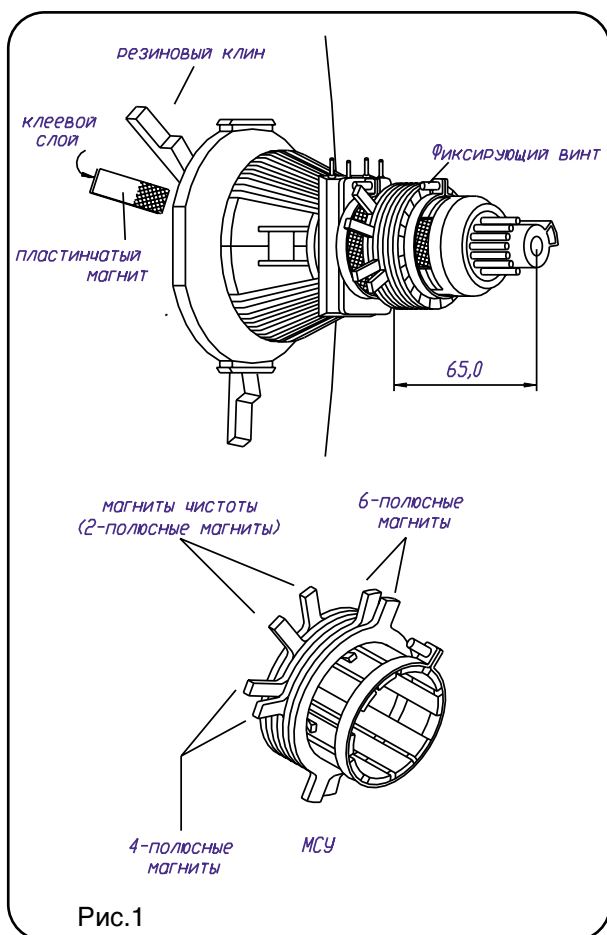

Рис.1
1. Установите отклоняющую систему (ОС) на горловину кинескопа, затем временно зафиксируйте ОС винтом, см. рис.1.
7. Освободите с помощью отвертки фиксирующий винт отклоняющей системы, см. рис.1.
13. Вращая противоположно друг другу планки 4-полюсных магнитов (см рис. 1 и табл.1),
19. Взять резиновые клинья, снять с них защитную бумагу, нанести силиконовый клей на поверхность клиньев, которая соприкасается с кинескопом (рис. 1), и установить их в поз. В, D, F. Временные клинья А, С, D, Е удалить.
21. Осторожно затянуть фиксирующий винт ОС торцевым ключом, см. рис. 1.
22. Для дополнительного подсведения лучей кинескопа по углам используйте пластинчатые магниты, см. рис. 1. Поместите данные магниты между ОС и кинескопом и перемещая магнит найдите оптимальное положение. Закрепите магнит при помощи клеевого слоя пластины.